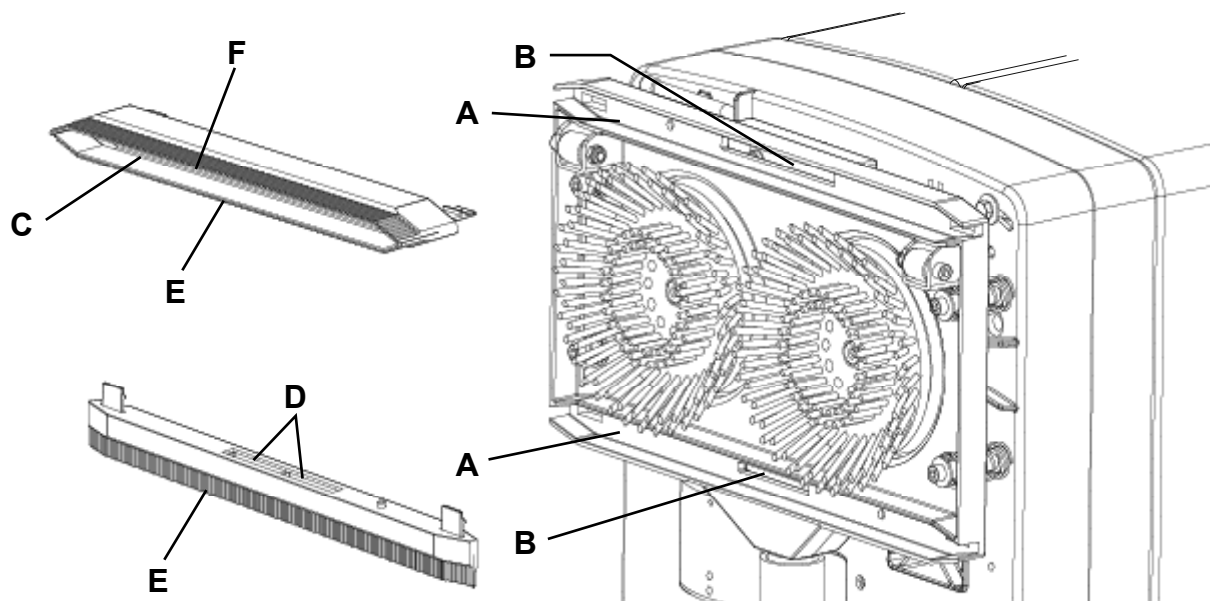

Figure 3
2. Vérifier que le câble d'alimentation (10) est débranché du réseau électrique.
3. Pour avoir accès à la tête porte-brosses / embouchures, soulever la machine au moyen du guidon (2).
4. Retirer les embouchures de la tête en appuyant sur les pinces d'accrochage (27).
5. Contrôler et nettoyer la tête porte-brosses / embouchures (9) et nettoyer en particulier les compartiments de convoyage (A, Fig. 3) et l'orifice d'aspiration (B) de la saleté et des déchets.
6. Laver et nettoyer l'embouchure. Nettoyer en particulier les compartiments de convoyage (C) et l'orifice d'aspiration (D) de la saleté et des déchets.
7. Contrôler que la lamelle en caoutchouc (E) et la lamelle en caoutchouc (F) sont intactes et qu'elles ne présentent pas de coupures ou déchirures; dans le cas contraire, remplacer l'embouchure.